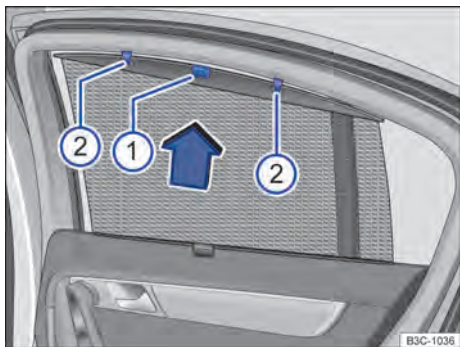

Fig. 100 No vidro traseiro direito: cortina de proteção solar.
- Puxar a cortina de proteção solar pela alça frontal ⇒ Fig. 100 ① no sentido da seta, totalmente para cima.
- Prender a barra retentora com ambos os olhais nos respectivos suportes ②. Verificar se a cortina de proteção solar estendida está encaixada seguramente em ambos os suportes ②.
- Para desenrolar, desprender a cortina de proteção solar em cima e, com as mãos, conduzir para baixo ⇒ ①.